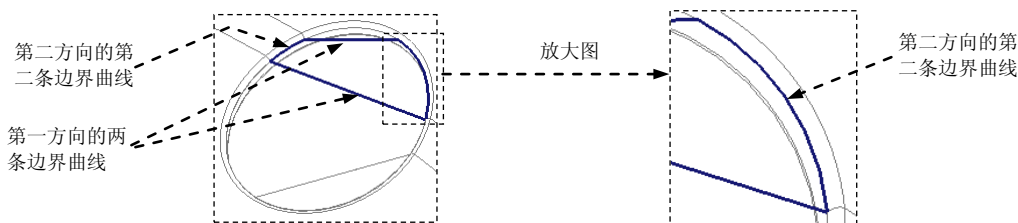

图 21.22 操作步骤
(2) 定义边界曲线。
① 选择第一方向曲线。按住 **Ctrl** 键, 依次选取图 21.22 所示的第一方向的两条边界曲线。
② 选择第二方向曲线。在操控板中单击第二方向曲线操作栏, 按住 **Ctrl** 键, 依次选取图 21.22 所示的第二方向的两条边界曲线。
(3) 在操控板中单击  按钮, 完成边界曲面 3 的创建。